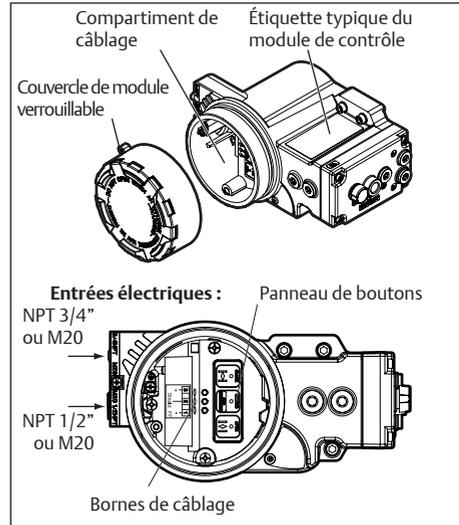

Fig. 4.2 Installation du câblage
- Retirer le couvercle du module de contrôle (voir la figure 4.2).
- Monter le couvercle du module fonctionnel sur le boîtier (voir la figure 4.2) ou passer au chapitre 5. S'assurer que le joint du couvercle est en place pour être conforme aux normes IP66/NEMA4X d'étanchéité à la poussière et à l'eau.